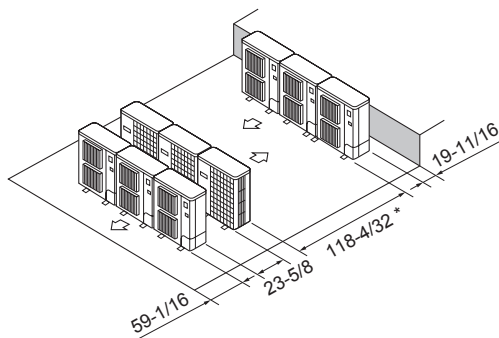

Fig. 2-17
- ⑥ Disposición en paralelo de varias unidades (Fig. 2-17)